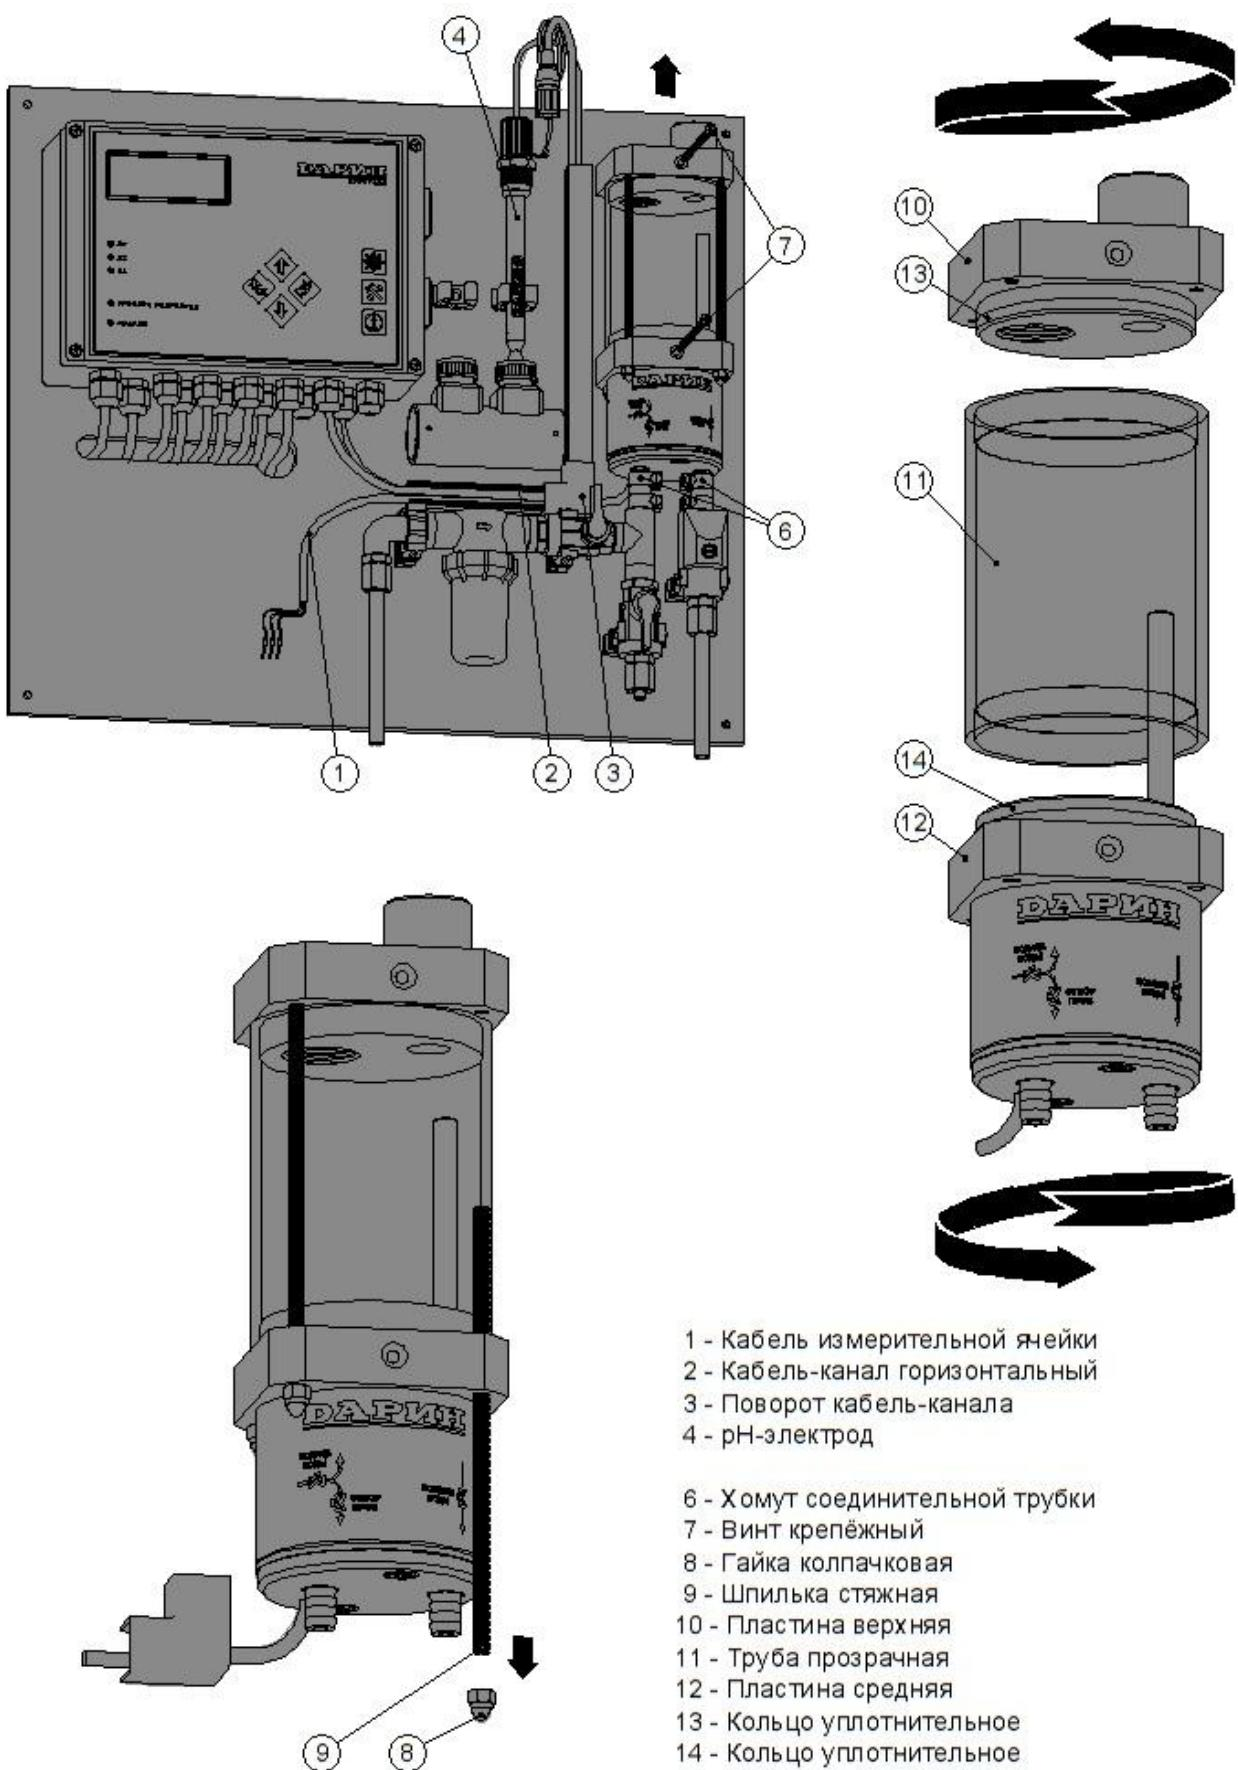

Рис.6.2-2 Очистка стенок проточной камеры измерительной ячейки CL, pH
- открыть крышку контроллера Кристалл, отсоединить провода от клемм «Измерительная ячейка» (см. рис.4.3-3), ослабить гайку гермоввода и вытащить кабель измерительной ячейки наружу (см. рис.6.2-2, поз.1);
- снять крышку с горизонтального кабель-канала (см. рис. 6.2-2, поз.2) и отсоединить от кабель-каналов поворот (см. рис.6.2-2, поз.3) вместе с кабелем измерительной ячейки (см. рис.6.2-2, поз.1);
- выкрутить из ячейки pH-электрод и поместить в держатель электродов (см. рис.6.2-2, поз.4);
- ослабить хомуты соединительных трубок на входном и выходном патрубках измерительной ячейки (см. рис.6.2-2, поз. 6);
- выкрутить крепёжные винты измерительной ячейки (см. рис.6.2-2, поз. 7) – сначала нижний винт, а затем, придерживая ячейку рукой, верхний винт;
- скрутить колпачковые гайки (4 шт.) со стяжных шпилек измерительной ячейки, а затем выкрутить из ячейки и сами шпильки (см. рис.6.2-2, поз. 8 и 9);
- отделить от измерительной ячейки верхнюю пластину, поворачивая и одновременно вытягивая эту пластину из прозрачной трубы (см. рис.6.2-2, поз. 10 и 11);
- отделить от измерительной ячейки прозрачную трубу, поворачивая и одновременно вытягивая из этой трубы среднюю пластину (см. рис.6.2-2, поз. 11 и 12);
- перед сборкой ячейки нанести силиконовую смазку на уплотнительные кольца верхней и средней пластины (см. рис.6.2-2, поз. 13 и 14); рекомендуется использовать смазку для шлангов перистальтических насосов;